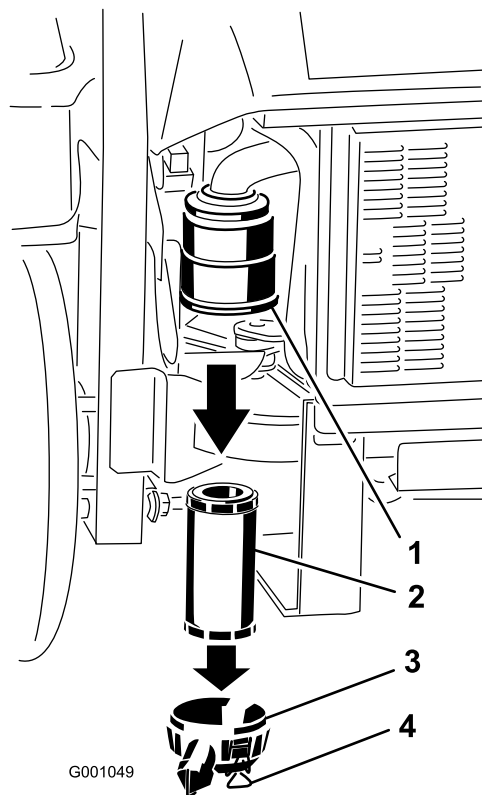

Figura 35
3. Rilasciate i dispositivi di fermo del filtro dell'aria, e toglie il coperchio dal corpo del filtro dell'aria (Figura 35).
5. Estraiete con cautela il filtro dal corpo del filtro dell'aria (Figura 35). Non urtate il filtro contro il corpo.